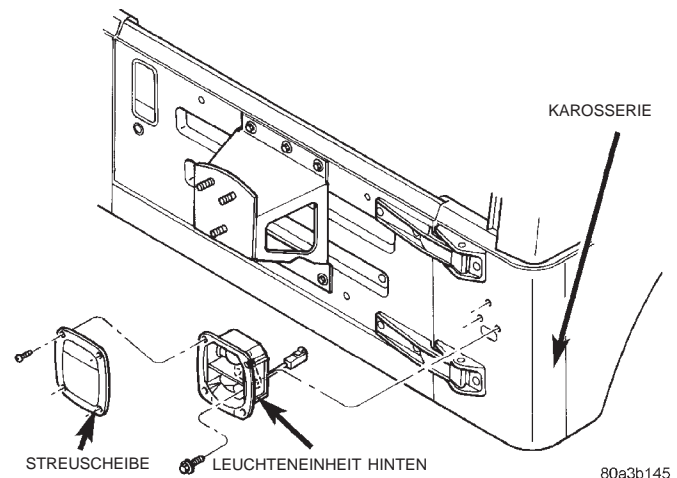

Abb. 5 Gehäuse der hinteren Leuchteinheit
- (1) Von der Unterseite des Fahrzeugs her die Eindrückbefestigung abnehmen, mit der die untere Kante des hinteren Spritzschutzblechs an der Karosserie befestigt ist.
- (2) Das Spritzschutzblech von der Karosserie wegziehen, durch die Öffnung nach oben reichen und den Steckverbinder der Schlußleuchte abnehmen.
- (3) Die Schrauben lösen, mit denen die Streuscheibe am Gehäuse der hinteren Leuchteinheit befestigt ist.
- (4) Die Schrauben lösen, mit denen das Gehäuse der Leuchteinheit an der Karosserie befestigt ist (Abb. 5).
- (5) Leuchtengehäuse von der Karosserie abnehmen.